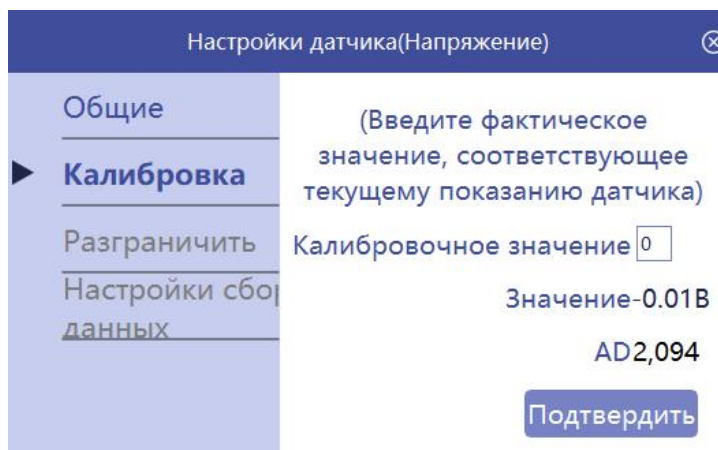

Рисунок13
- ② Операция настройки калибровки выполняется следующим образом: после подключения датчика щелкните значок настройки  для входа на страницу настройки, выберите опцию калибровки, как показано на рис.13, и введите фактическое значение текущей среды. Например, содержание кислорода в воздухе обычно составляет 21%.